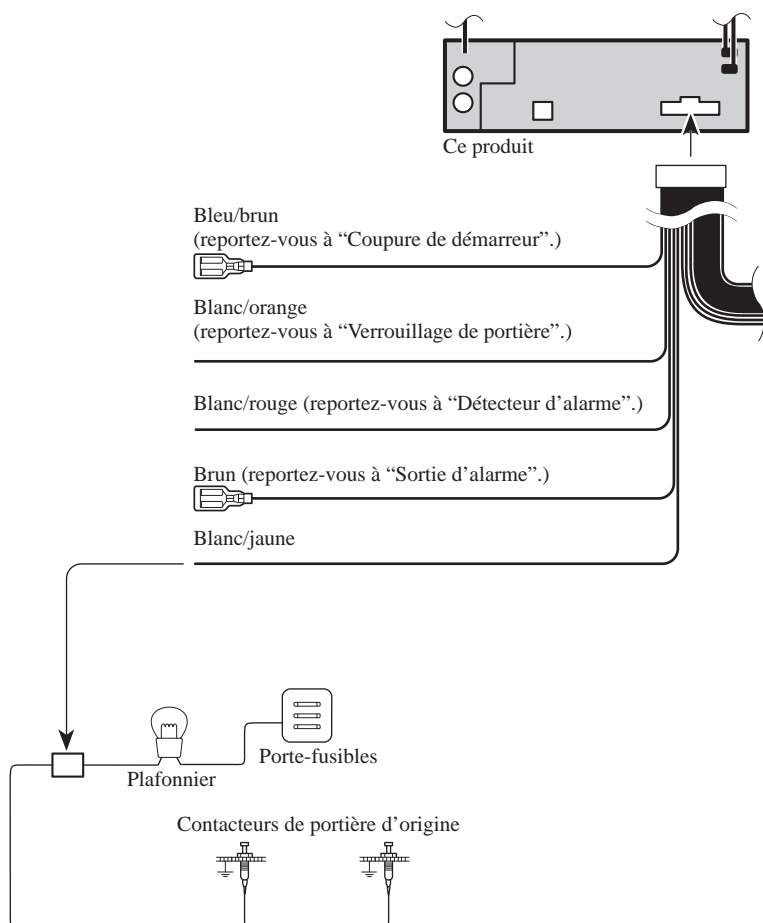

Fig. 4
■ Blanc/jaune (Contacteur de portière, DOOR SWITCH) (Fig. 4 et 5)